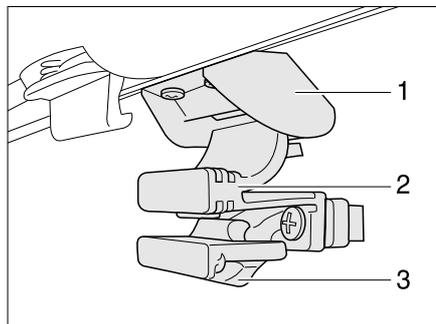

Bild 43 Fenster in der Eingangstür
- Sicherung (Bild 43,3) nach hinten drücken.
- Griff (Bild 43,2) zusammendrücken und Fenster nach unten schieben.
- Fenster nach oben schieben, bis der Griff (Bild 43,2) in der Verriegelung (Bild 43,1) einrastet.